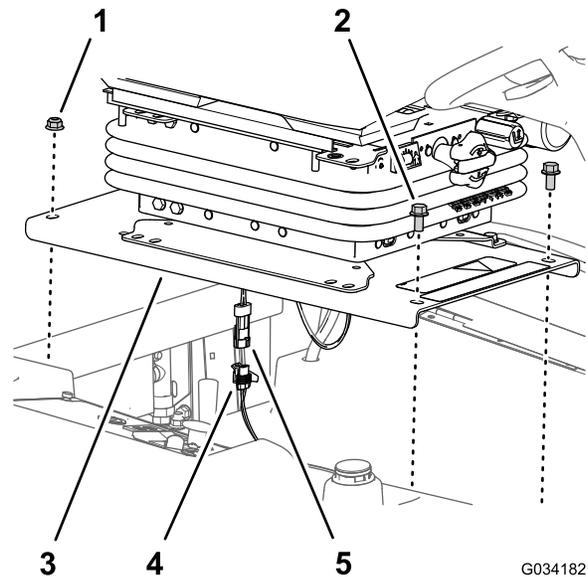

Bild 38
1. Entfernen Sie den beiden Bundkopfschrauben (3/8" x 3/4") mit denen die Vorderseite der Sitzplatte am Rahmen der Maschine befestigt ist (Bild 38).
2. Entfernen Sie den beiden Bundkopfschrauben (3/8") mit denen die Rückseite der Sitzplatte am Rahmen der Maschine befestigt ist (Bild 38).
4. Trennen Sie den 2-poligen Stecker des Kabelbaums des Totmann-Schalters von der Anschlussbuchse des Kabelbaums der Maschine (Bild 38).
2. Verbinden Sie den 2-poligen Stecker des Kabelbaums des Totmann-Schalters mit der Anschlussbuchse des Kabelbaums der Maschine, siehe Bild 38 bis Ausbau von Sitz und Sitzplatte (Seite 40).
3. Richten Sie die hinteren Löcher in der Sitzplatte (Bild 38 von Ausbau von Sitz und Sitzplatte (Seite 40)) mit den beiden Schlossschrauben (3/8" x 1") in der Kühlerausbuchtung aus.
4. Befestigen Sie die Sitzplatte (Bild 38) mit den beiden Bundkopfschrauben (3/8"), die Sie in Schritt 2 unter Ausbau von Sitz und Sitzplatte (Seite 40) entfernt haben.
5. Richten Sie die vorderen Löcher in der Sitzplatte (Bild 38) mit den Gewindebohrungen in der Tankhalterung aus.
6. Befestigen Sie die Sitzplatte (Bild 38) mit den beiden Bundkopfschrauben (3/8" x 3/4") an der Tankhalterung, die Sie in Schritt 1 unter Ausbau von Sitz und Sitzplatte (Seite 40) entfernt haben.